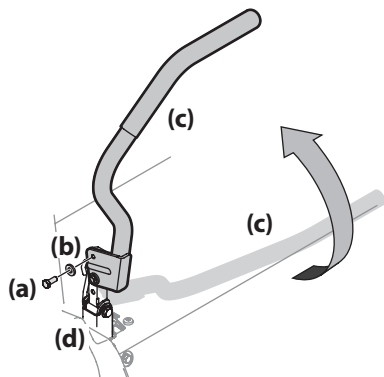

Figure 2-5
1. Retirez les boulons hexagonaux (a) et les rondelles plates (b) du sachet de quincaillerie qui se trouve dans le sac contenant le manuel. Voir Figure 2-5.
2. Soulevez et faites pivoter chaque barre de conduite (c) vers le haut jusqu'à ce que le trou sur le support de la barre de conduite (c) s'aligne avec un des trous du support pivotant (d). Voir Figure 2-5.
3. Placez la rondelle plate (b) sur le boulon hexagonal (a). À partir de l'extérieur, insérez le boulon hexagonal (a) avec la rondelle plate (b) dans le trou du support de la barre de conduite (c), puis dans le trou du support pivotant (d). Voir Figure 2-5. Utilisez une clé de 1/2" pour serrer le boulon hexagonal (a). Ne serrez pas trop le boulon.